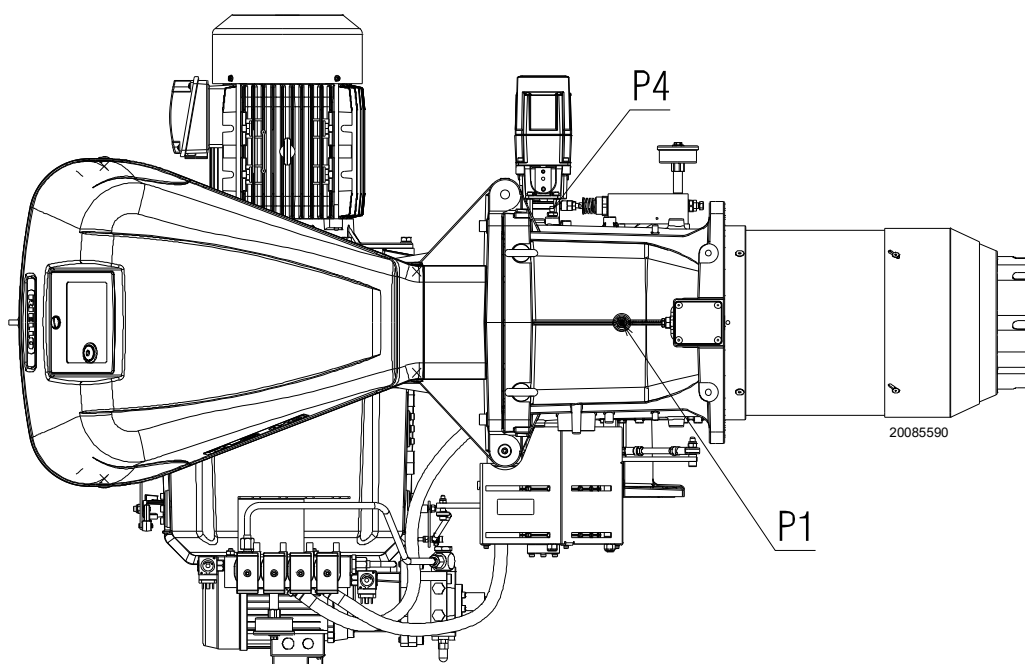

Fig. 24
Pressione del gas misurata alla presa P1)(Fig. 24), con:
- sottrarre dalla pressione del gas alla presa P1)(Fig. 24) la pressione in camera di combustione.
Pressione del gas alla presa P1)(Fig. 24) = 29,4 mbar
Per conoscere invece la pressione del gas necessaria alla presa P1)(Fig. 24), fissata la potenza MAX alla quale si desidera funzioni il bruciatore:
- Leggere sulla destra, colonna 1, la pressione alla presa P1)(Fig. 24).
pressione necessaria alla presa P1)(Fig. 24).